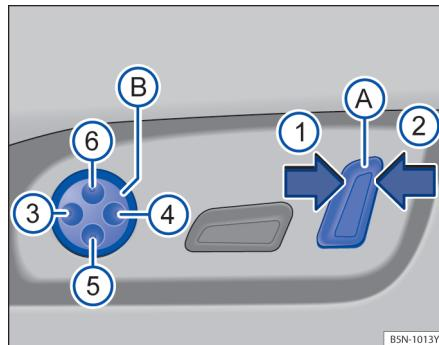

图 40 开关：调整座椅靠背倾斜角度、腰部支撑
按压开关④→图 40 可调整座椅靠背倾斜角度。
将开关⑤沿箭头①方向移动→图 40，靠背向后倾斜。
将开关⑥沿箭头②方向移动→图 40，座椅靠背向前倾斜。
按压开关③→图 40 可在高度和前后方向上调整腰部支撑。通过调节可以加大或减小腰椎衬垫部位的拱形度，可以有效地支撑自然弯曲的腰部脊柱。
按压开关④的表面③→图 40，座椅腰部支撑的拱形加大。